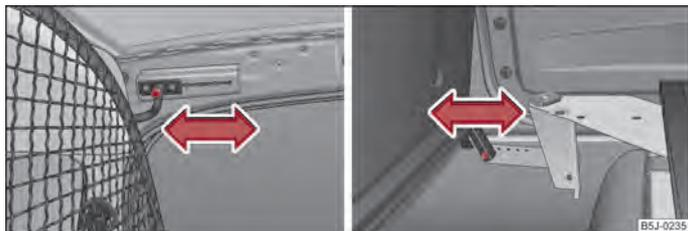

Fig. 165 Alojamiento superior/Alojamiento inferior del panel separador de seguridad
- Desenrosque un tornillo en cada lado en la parte superior de la carrocería ⇒ fig. 165 (izquierda) y uno en la parte inferior ⇒ fig. 165 (derecha).